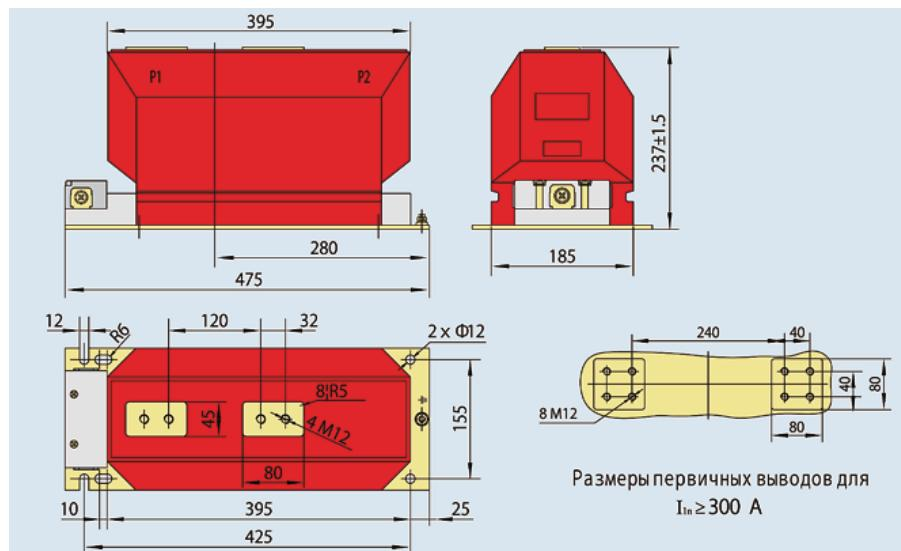

Рис. 6.1 Внешний вид и размеры трансформатора тока LZZBJ9-10A5G
6. Внешний вид и размеры (см. рис. 6.1)